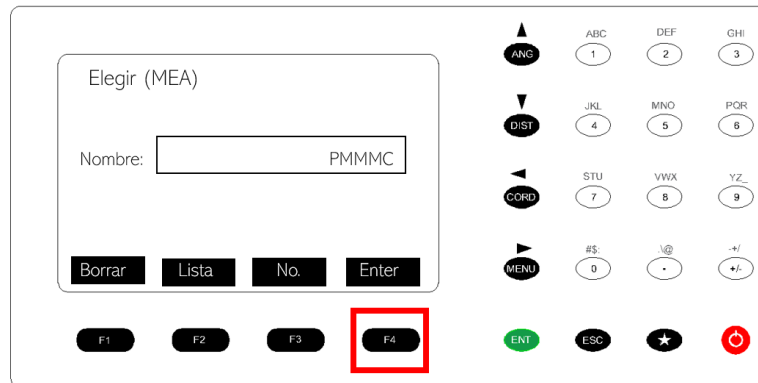

Figura 86. Selección o creación de un nuevo archivo.
19. Seleccionar el proyecto en el que se está trabajando o en su defecto crear un nuevo proyecto. Y presionar F4 Enter. Figura 86.